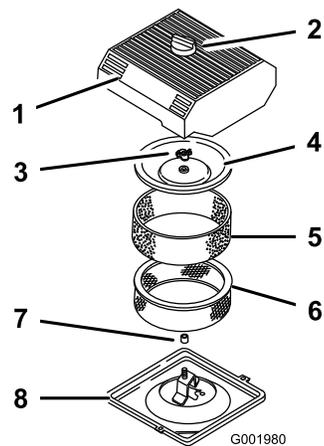

Bild 46
3. Reinigen Sie den Bereich um den Luftfilter herum, um zu verhindern, dass Schmutz in den Motor fällt und Schäden verursacht (Bild 46).
4. Lösen Sie das Handrad an der Luftfilterabdeckung und nehmen Sie die Abdeckung ab (Bild 46).
5. Schieben Sie das Schaumelement vorsichtig vom Papierelement (Bild 46).
6. Schrauben Sie die Abdeckungsmutter ab und nehmen Sie die Abdeckung und das Papierelement ab (Bild 46).
1. Schieben Sie den Schaumeinsatz vorsichtig auf den Papierluftfiltereinsatz (Bild 46).
3. Schrauben Sie die Abdeckungsmutter mit der Hand auf der Abdeckung fest (Bild 46).
4. Montieren Sie die Luftfilterabdeckung und das Handrad (Bild 46).